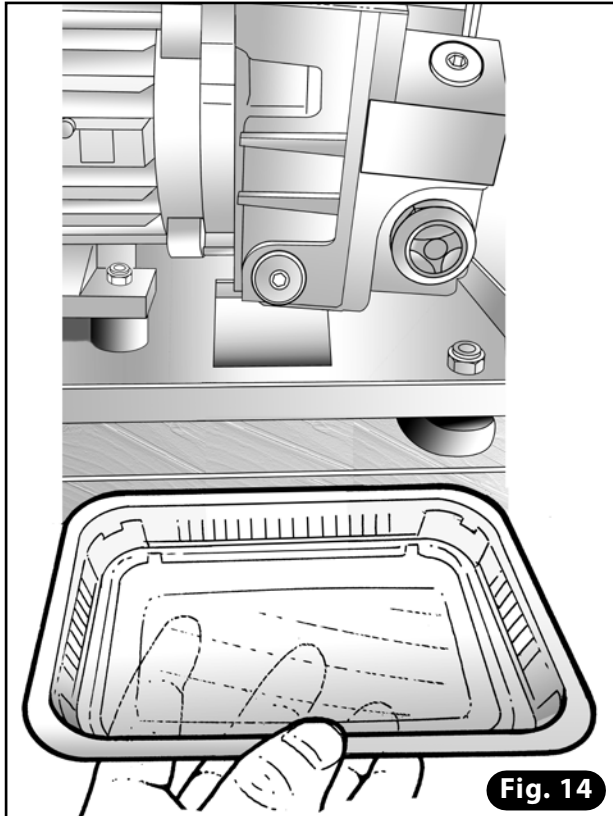

Fig. 14
- 8) Appoggiare un contenitore sufficientemente capiente (0,5 lt) in prossimità del tappo di scarico (Fig. 14). Con la stessa chiave esagonale, svitare il tappo di scarico e far defluire l'olio nel contenitore attendendo circa 10 minuti.